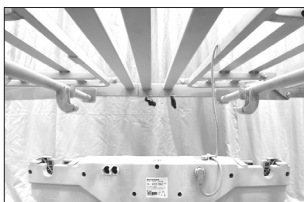

Fig.8
1. Oriente el actuador por debajo de la rejilla, asegurándose de que cada motor mueva la sección correcta (**Fig.8, Fig.9, Fig.10**)